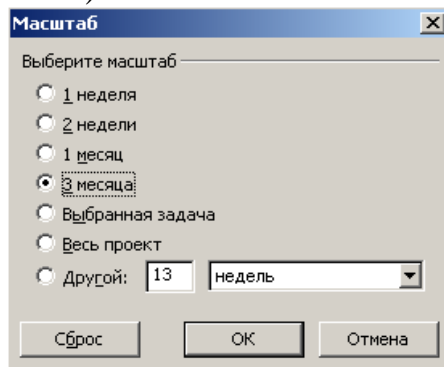

Рис. 3.12 – Діалог «Масштаб»
- Вибрати команду меню «Вид»-«Масштаб». На екрані з'явиться діалог «Масштаб». (Рис. 3.12)